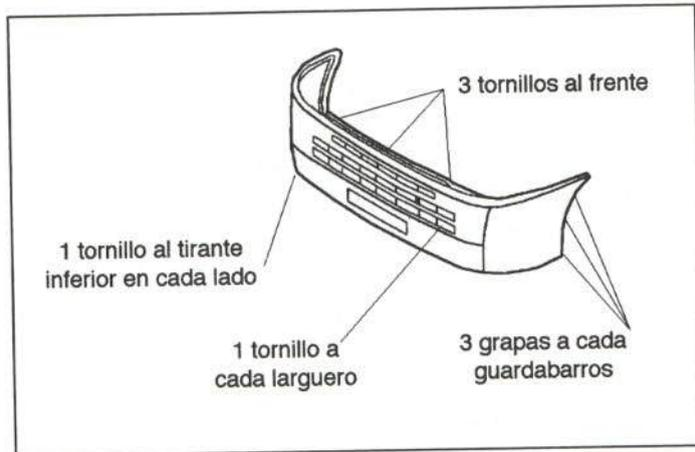

Figura 15.- Comercialización del paragolpes delantero
En la figura 15 se muestra la fijación de este elemento.
- Paragolpes (figura 15).
- Paragolpes (figura 15)